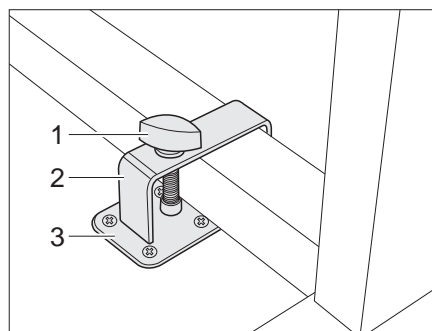
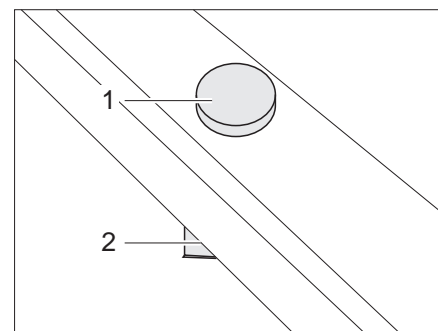

Fig. 93 Dispositif de blocage table pivotante avec étrier
Fig. 94 Dispositif de blocage table pivotante sans étrier
- Placer la table pivotante près du support (Fig. 93,3) ou sur celui-ci (Fig. 94,2).
- Placer l'étrier (Fig. 93,2) avec la vis de fixation (Fig. 93,1) par-dessus le pied de table.
- Pousser l'étrier et, le cas échéant, la table pivotante de telle sorte que la vis de fixation (Fig. 93,1 ou Fig. 94,1) puisse être vissée dans le support (Fig. 93,3 ou Fig. 94,2).